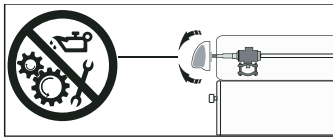

Figura 61.
- Deben evitarse los movimientos laterales en el vástago de la válvula; ya que ocasionaría fugas (Ver figura 61).